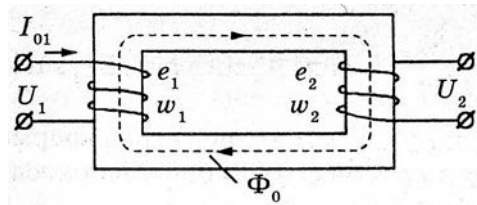

Рис. 1
*Трансформатор* (рис. 1) - статический электромагнитный аппарат, служащий для преобразования электрической энергии переменного тока одного напряжения в электрическую энергию переменного тока того же или иного напряжения при неизменной частоте.
Простейший однофазный трансформатор состоит из стального сердечника и двух обмоток — *первичной* и *вторичной* (рис. 1). Если к первичной обмотке трансформатора подвести переменное напряжение  $u_1$ , то в ней появится некоторый ток  $i_1$ , который создаст в сердечнике переменный магнитный поток  $\Phi$ .